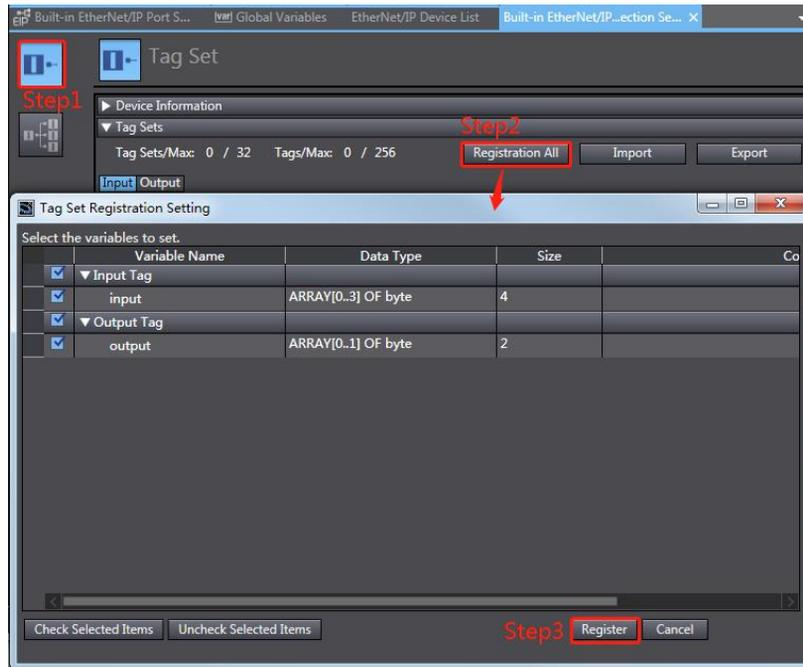

图 5-2-9
- 打开内置 EtherNet/IP 端口设置连接设置窗口注册变量，在内置 EtherNet/IP 端口设置连接设置窗口中选择“标签组”窗口，点击“全部注册”，将刚刚新建的全局变量注册如图 5-2-9 所示。